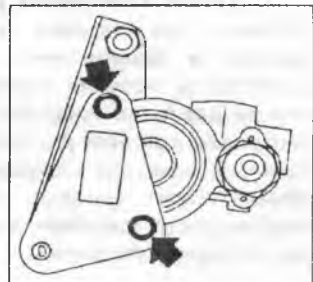

Рис. 262
4. Установите кронштейн (Рис.262). Момент затяжки элементов крепления кронштейна 1,6-2,2 кг-м.